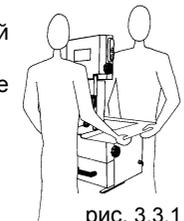

рис. 3.3.1
- Перемещать **настольную версию SO 2020** должны по крайней мере два человека, удерживая ее за рабочую поверхность (рис. 3.3.1), поскольку ее масса составляет 57 кг.